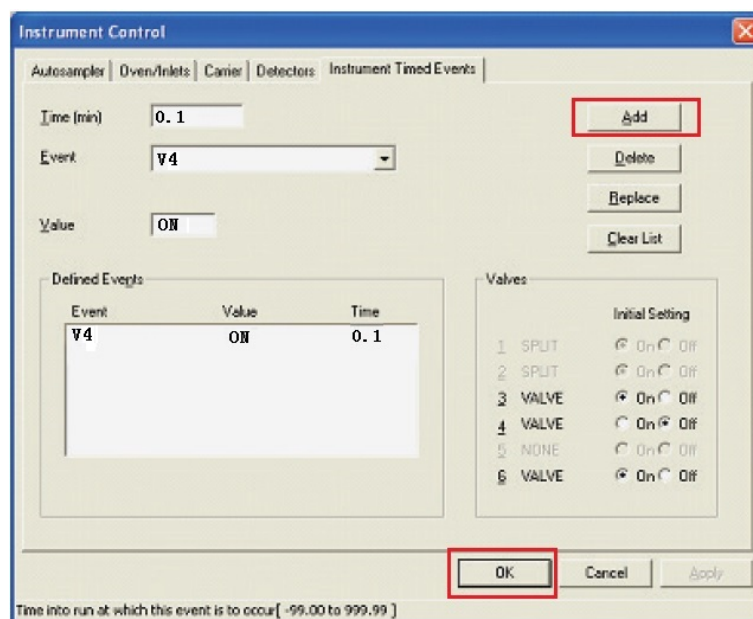

图 16
5.2.1 点击 GC 运行方法，在对话框“Instrument timed events”里，选择：V4，状态：ON，时间：0.1min。如图 16 所示。